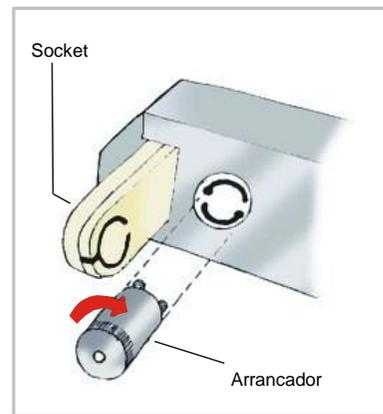

Fig. 8
4. Para llegar hasta el arranador, retire el tubo. El receptáculo del arranador está fijado en la base del tubo (madera o metálico). Para desmontar el arranador, sostenga el receptáculo y gírelo en 90° grados hasta dejar libres los terminales. Luego desenchájelo con mucho cuidado (Fig. 8).